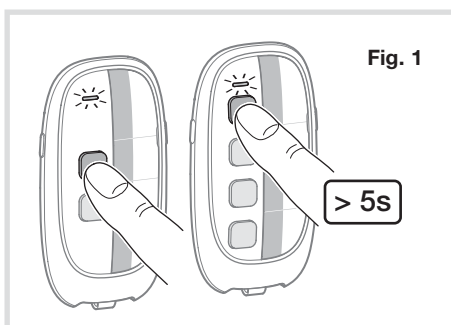

Fig. 1
- for å skifte til innlæringsläge på fjærkontrollen, gör en lång intrykning (>5 sek.) på 1: a tangenten (se fig 1) tills lysdioden for sändning lyser opp med fast rött sken. Dette läge förblir aktivt i 1 minut och kan startas om på samma sätt vid behov.
- for å komme inn i innlæringsmodus på fjærbetjeningene: foreta et langt trykk (>5 sek.) på den første tasten (se fig. 1) helt til LED for sending lyser permanent rødt. Denne modus vil da være aktiv i 1 minut, og kan deretter lanseres på nytt på samme måte, om nødvendig.